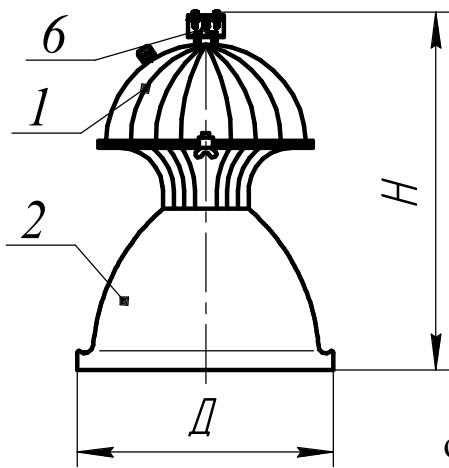

Рисунок 1
6.2 Светильники модификации: 702 (Рисунок 1).